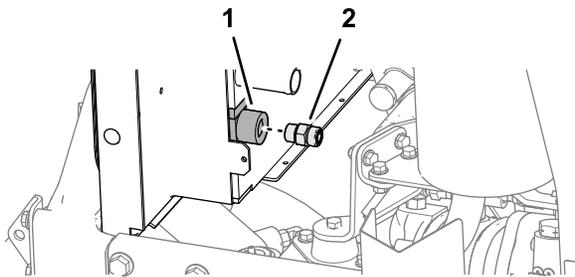

Figura 30
2. Ensamble el acoplamiento recto (cierre frontal de junta tórica -8 / 3/4" SAE) en la salida del enfriador de aceite del radiador/enfriador de aceite y apriete el acoplamiento (Figura 30).